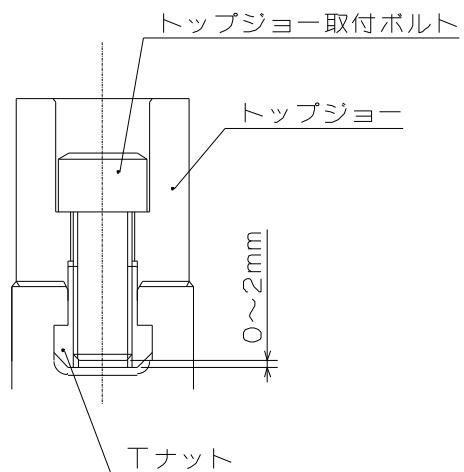

図 12
- ジョー取付ボルトの T ナットに対するねじ込み深さが浅いと、T ナットが破損し、ジョーや工作物が飛散して危険。取付ボルトが長すぎて T ナット底面から突き出ている場合も、トップジョーが固定されないため、ジョーや工作物が飛散して危険。従って、ジョー取付ボルトの全長は T ナットの底面より 0~1mm 程度(NV21 ~NV40 は 0~2mm 程度)とすること。(図 12 参照)